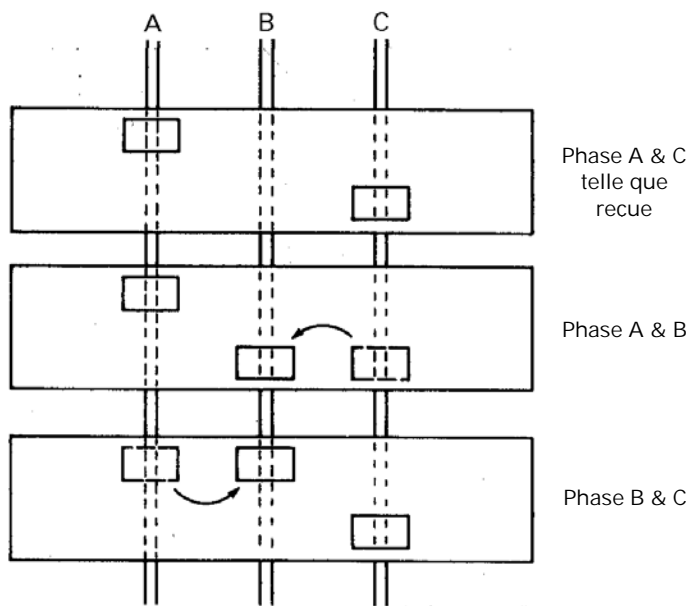

Figure 8. Pour repositionner la pince de barre omnibus pour équilibrer la charge.
6. **Installer le couvercle.** Installer les vis 10-32 x 1/4" dans les trous de montage de la coquille du montage de la coquille du mécanisme, comme montré à la Figure 8. Positionner le nouveau couvercle du boîtier en place sur le boîtier et fixer avec les vis 10-32 x 1/4". Serrer toutes les vis à 27–32 lb.-po. Réinstaller l'interrupteur dans le panneau de distribution et fixer les vis de verrouillage du loquet du rail.
Pour équilibrer la charge du panneau de distribution, retirer les vis sur la pince appropriée de barre omnibus, repositionner la pince de barre omnibus comme montré à la Figure 8, puis installer les vis à 27–32 lb.-po.